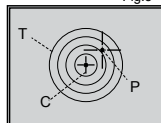

Fig.4
- Une croix auxiliaire (C) apparaîtra dans le centre du réticule.
- En maintenant le centre de la croix auxiliaire dans le point de visée, tournez la commande pour déplacer le réticule vis-à-vis de la croix auxiliaire jusqu'à ce qu'il corresponde au point d'impact (P) (voir figure 4).